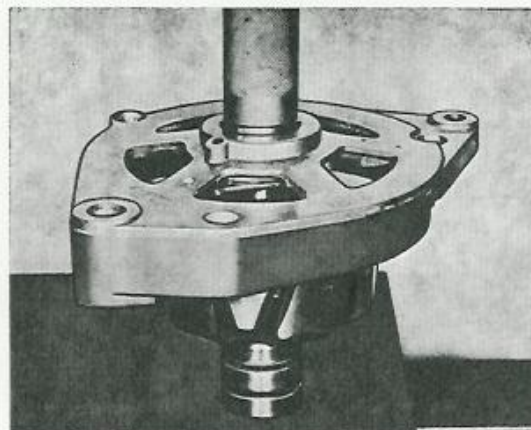

Bild 63. Hopsättning av rotor och främre lagersköld
3. Pressa på lagersköld och distansring på rotorn enligt bild 63.